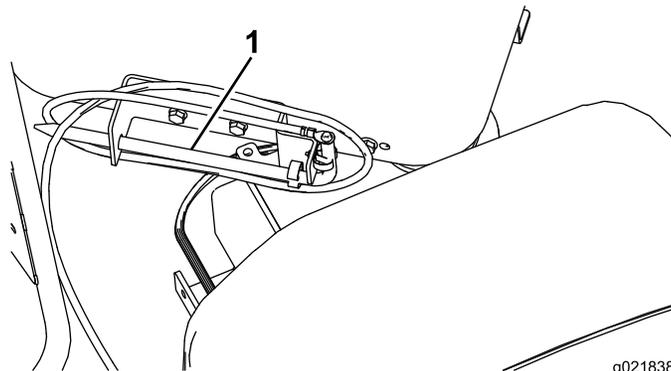

Figura 31
- Guarde a haste de aterramento em seu suporte na plataforma do operador, como mostra a Figura 31.